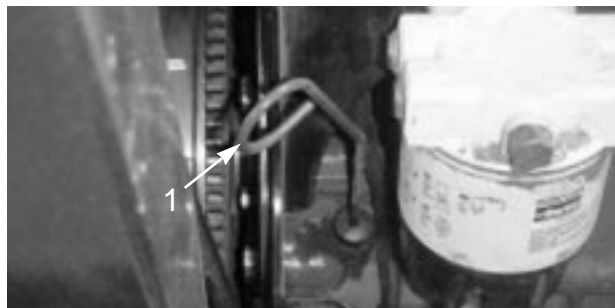

図 15
2. ディップスティック（図15）を抜き取り、付いているオイルをきれいな布で拭き、もう一度一杯に差し込んでから抜いて油量を点検する。